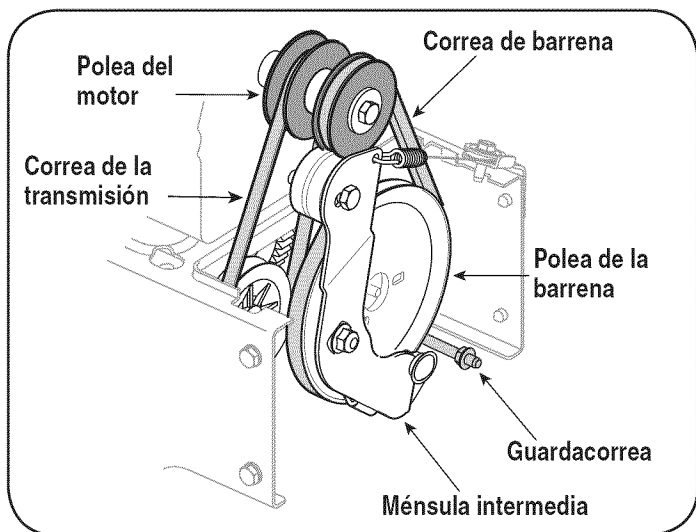

Figura 18
2. Deslice la correa de la barrena frontal fuera de la polea del motor empujándola hacia adelante y haciéndola rodar fuera de la polea. Vea la Figura 18.
5. Instale una nueva correa de transmisión dentro de la ranura de la polea del motor. Vea la Figura 18.